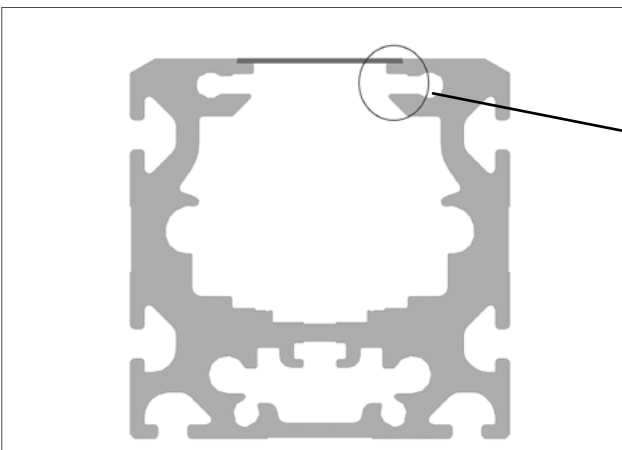

Bild 4.17 — Abdeckbandquerschnitt
5. Neues Abdeckband einsetzen. Das Abdeckband hat einen trapezförmigen Querschnitt. Beim Auflegen des neuen Abdeckbandes ist darauf zu achten, dass sich die breite Fläche unten befindet (Bild 4.17). Unter leichtem Druck mit der Hand oder einem glatten, nicht scharfkantigen Gegenstand rastet das Band in die vorgesehene Nut ein, so dass es bündig zur Profiloberkante abschließt.